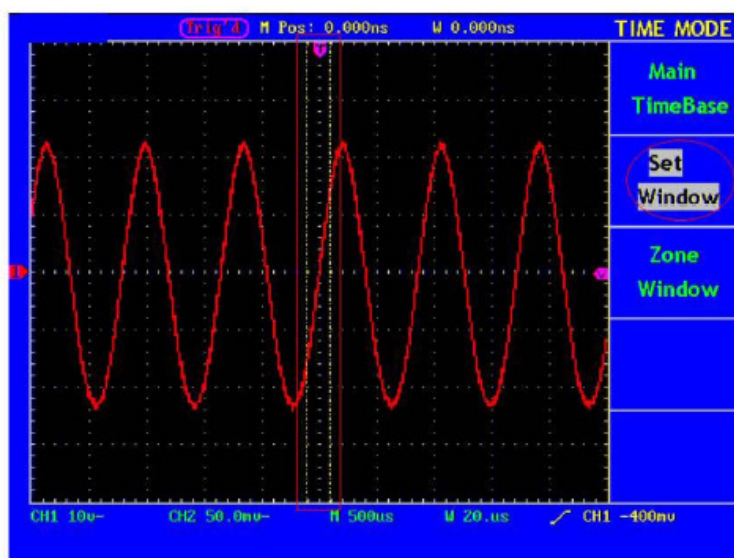

Abb. 34 Fenstereinstellung
Drücken Sie die Menüauswahltaste **F2** und wählen Sie **Set Window**. Auf dem Bildschirm erscheinen zwei einen Ausschnitt definierende Cursor. In diesem Fall können Sie die Einstellknöpfe **HORIZONTAL POSITION** und **SEC/DIV** verwenden, um die Horizontalposition sowie die Größe dieses Fensters einzustellen (siehe Abb. 34).
5. Drücken Sie die Menüauswahl taste **F4** und wählen Sie **Field** bei Sync. Die Anzeige auf dem Bildschirm ist wie in Abb. 34 gezeigt.